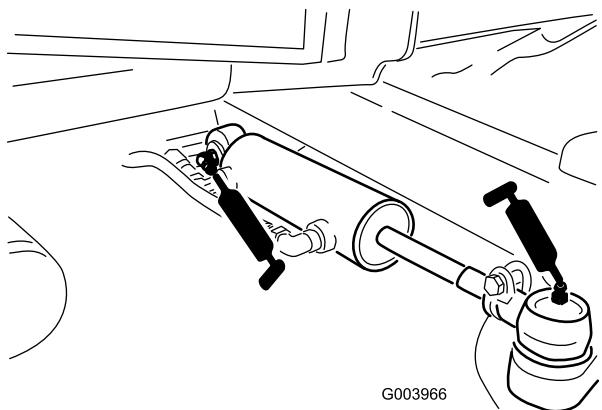

図 56
- ・ステアリング・シリンダのボール・ジョイント（2ヶ所）（図 56）